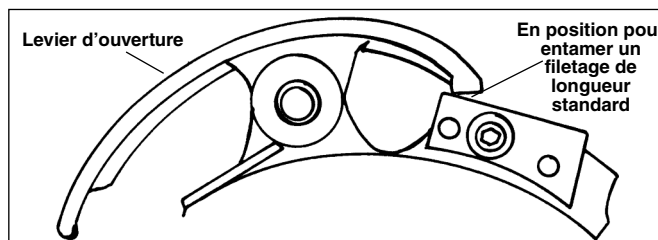

Figure 7 – Position de début de filetage
5. Rabattez le levier d'ouverture jusqu'à ce qu'il repose sur la patine de verrouillage comme indiqué à la Figure 7. Cela positionnera le filières pour la coupe du filetage.